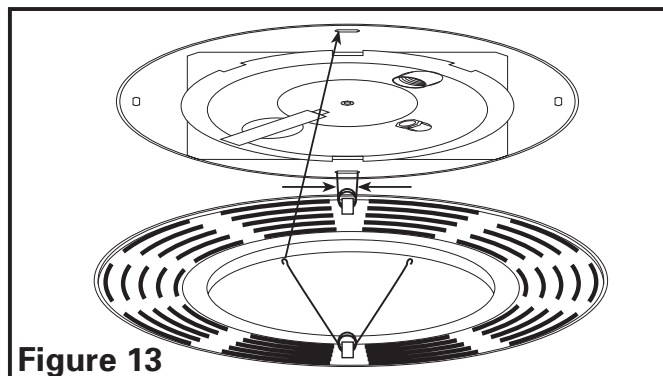

Figure 13
5. Installer la grille en pressant ensemble les deux extrémités des ressorts et en les installant dans les fentes du châssis du ventilateur. Pousser la grille en position (Figure 13).